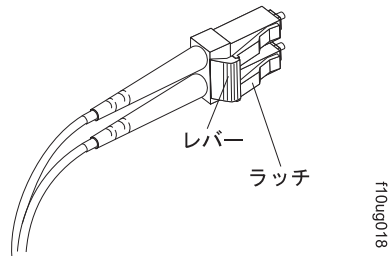

図 40. LC-LC ファイバー・チャネル・ケーブルのレバーおよびラッチ
1. LC-SC ケーブル・アダプターの LC コネクター側に接続されているケーブルの端のレバーを押し下げたまま、ラッチを解放します。図 40 にレバーおよびラッチの位置が示されています。